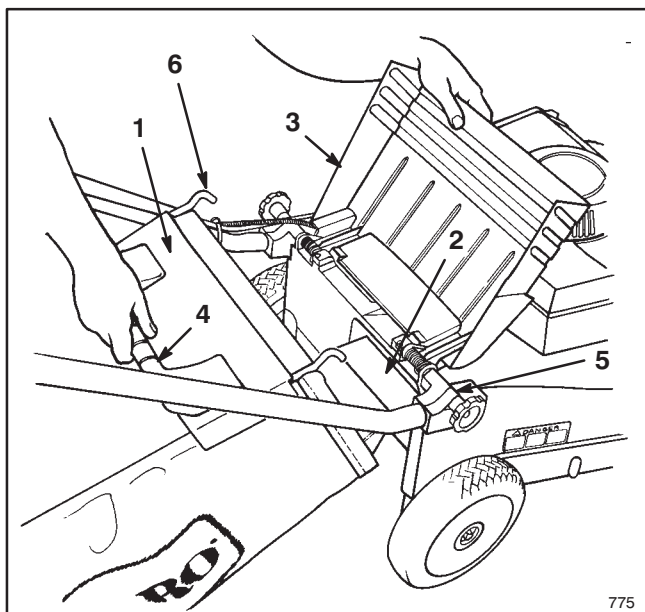
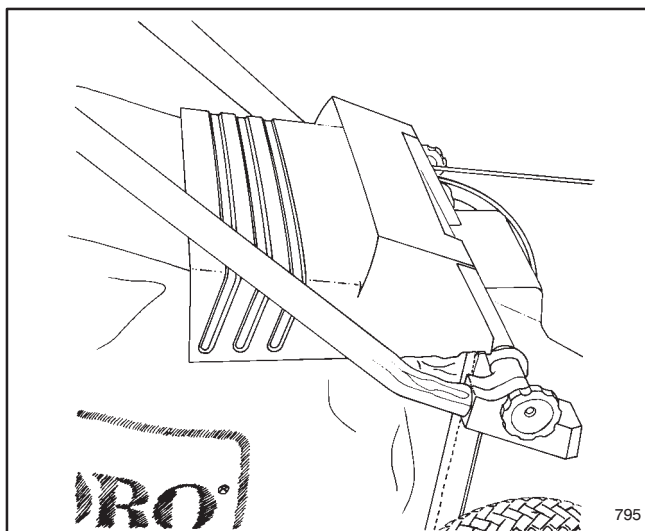

Figure 13
Figure 14
**2. MONTAGE DU SAC**—Lever le volet de l'éjection, insérer l'embouchure du sac dans l'ouverture d'éjection, et accrocher l'armature du sac sur la partie arrondie des supports de montage (Fig. 13). Laisser le volet d'éjection reposer sur le sac (Fig. 14).